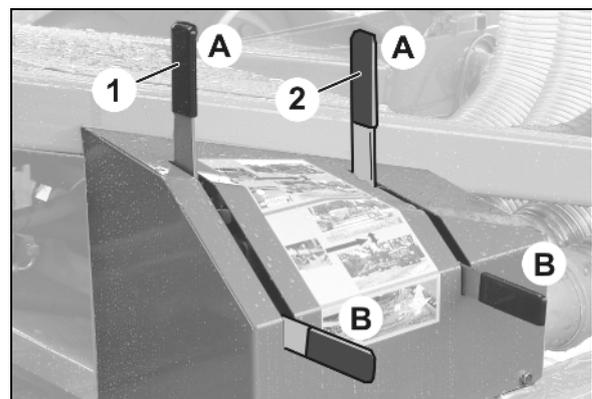

Fig. 114
1. **AMALOG⁺** : Levier 2 en position **B** (Fig. 114)